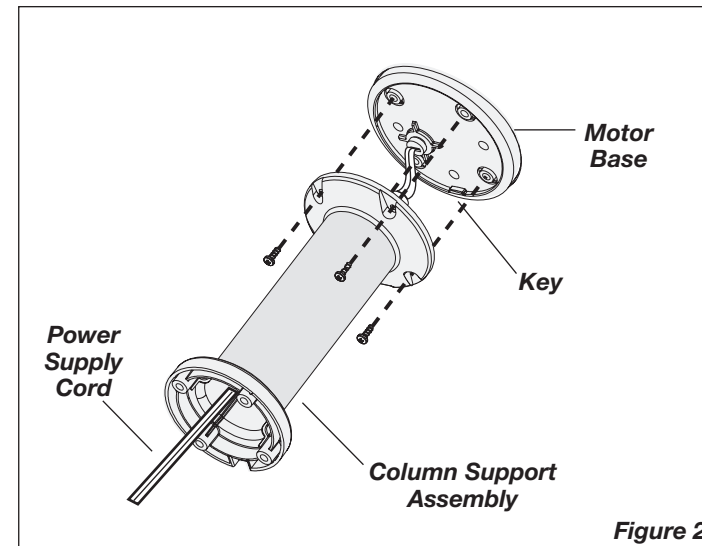

Figure 2
2. Attach the **Column Support Assembly** to the **Motor Base** with (4) M5 X 13mm Screws. Make certain to align the **Key** on the **Motor Base** with the **Locating Notch** on the **Column Support Assembly**. (Figure 2)
REMOTE CONTROL (Figure 2)
2. Una el **Conjunto de Soporte de Columna** a la **Base del Motor** con (4) tornillos M5 X 13mm. Cerciérese de que la **Llave** que está en la **Base del Motor** quede alineada con la **Muesca de Ubicación** en el **Conjunto de Soporte de Columna**. (Figure 2)